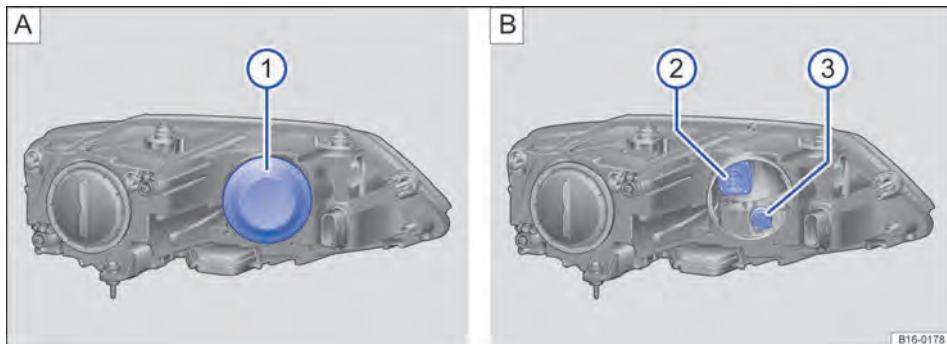

Fig. 181 No compartimento do motor: ① cobertura no farol dianteiro esquerdo, ② farol de conversão, ③ lanterna dos indicadores de direção.
3. Remover a cobertura de borracha → **Fig. 181** ① na parte traseira do farol.
4. Girar o suporte da lâmpada ② ou ③ respectivamente até o batente no sentido anti-horário e retirar com a lâmpada incandescente para trás.
7. Instalar a cobertura de borracha ①.